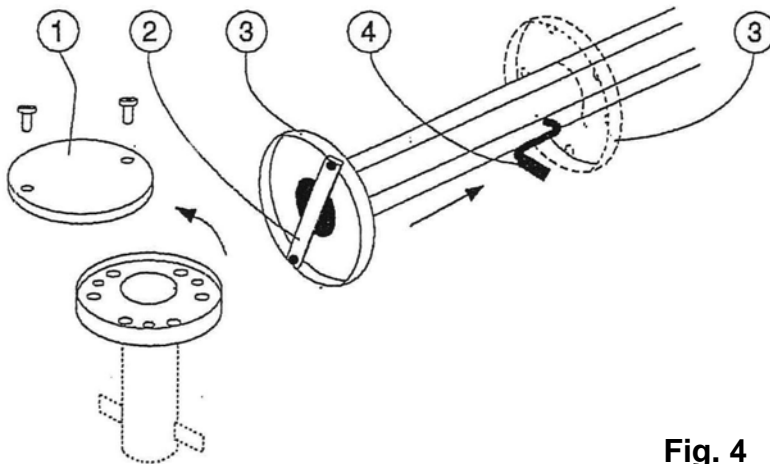
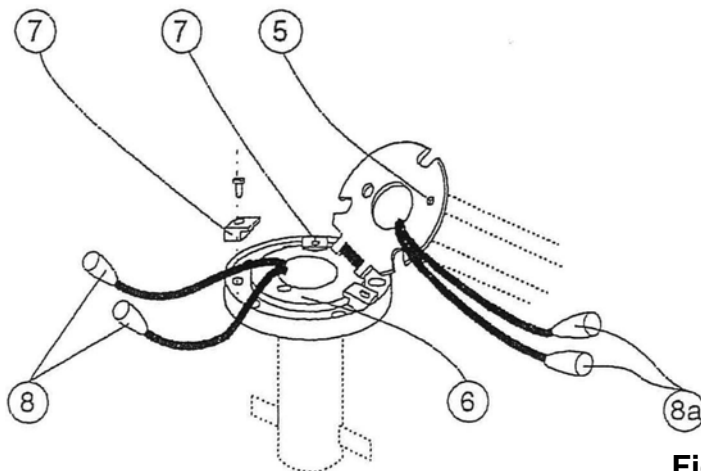
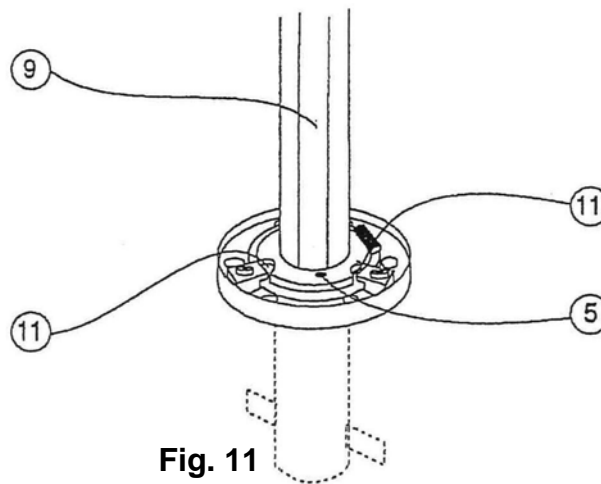

Fig. 4
Fig. 5
Fig. 11
- Deckel von der Bodenhülse (1) abschrauben (Fig. 4).
- Fixiersteg (2) vom Mastfuß entfernen und Pressring (3) bis über Kurbelöffnung (4) hochschieben. Gegen Mast abpolstern und mit eingesteckter Kurbel sichern.
- Sicherungsschraube (5) lösen, Scharnierscheibe (6) herausklappen und auf Bodenhülse platzieren (Fig. 5).
- Scharnierscheibe mit Drehhaltern (7) auf Bodenhülse spannen. Mittlere Gewindelöcher verwenden.
- Bei Schirmen mit Elektroinstallation Stecker (8) + (8a) verbinden und wasserdicht verschrauben. (Spannungsübereinstimmung 230/220 V oder 40/24 V beachten.) Lose Kabel in Bodenhülse verstauen.
- Schirm festhalten und Sicherungsschraube (5) lösen (Fig. 11).
- Drehhalter (11) lösen und in einem Plastikbeutel in der Bodenhülse verstauen.
- Mit Fixiersteg (2) die Scharnierscheibe und den wieder abgesenkten Pressring verschrauben (Fig. 4).